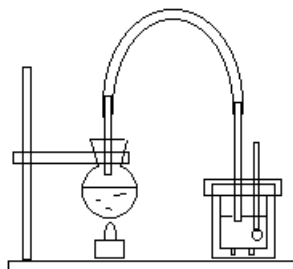

Fig.1.
b) În balonul de sticlă se toarnă apă distilată și se fixează în stativ. Prin dopul găurit se introduce tubul de sticlă, la care este racordat furtunul de cauciuc, al cărui capăt este introdus în apa din calorimetru (Fig.1.)